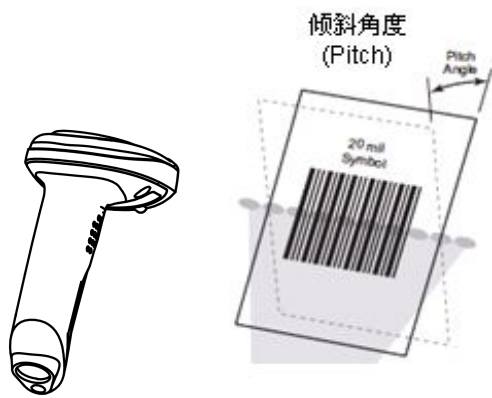

图 1-11
- ◇ 倾斜角度(Pitch)： $\pm 60^\circ$ ，测试条件为 0° 旋转角及 0° 偏转角（见图 1-11）。